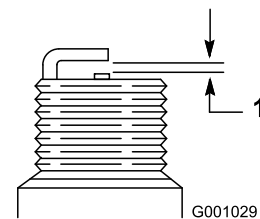

Figure 50
4. Réglez l'écartement des électrodes de la nouvelle bougie à 0,76 mm (Figure 50).